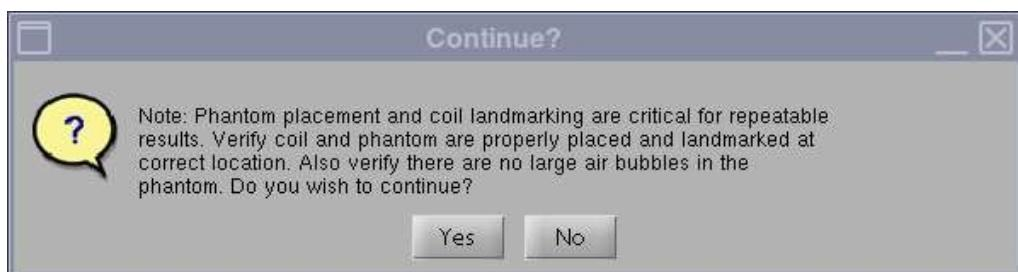

図 4
3. 起動すると、[Phantom placement and coil landmarking are critical for repeatable results] (ファントムの配置とコイルのランドマークは、再現性のある結果を得るのに極めて重要です) というメッセージが表示されます。ランドマークが正しく設定され、ファントムに気泡のないことを確認してから、[Yes] (はい)をクリックして続行します。(図 4)。